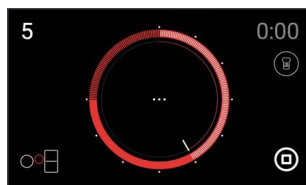
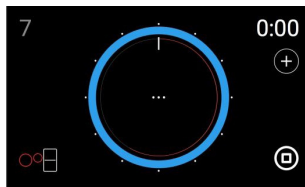

рис. 5
рис. 6
1 Выберите зону, на которой будете готовить, нажав на нее в любой точке. Красным цветом засветится ограждающий конфорку контур. После выбора конфорки произойдет автоматический переход к окну «Выбор мощности» (рис. 5).
2 Скользящим пальцем по кольцу выбора мощности или касанием его в любой точке можно выбрать либо желаемую мощность в пределах от 0 до 9, либо функцию «Мощность» (последняя четверть кольца выбора мощности). После того, как нужный уровень мощности будет выбран, его будет можно видеть в левой верхней части экрана (рис. 5).
(рис. 5), для выключения конфорки проведите пальцем по кольцу выбора мощности, чтобы достичь нулевого уровня, или нажмите на значок ее выключения .
1 Коснитесь значка 0:00 (рис. 5). Кольцо выбора мощности изменит свой цвет на синий, что укажет на возможность доступа к этой функции. Внутри него автоматически появится красное кольцо потоньше, указывающее выбранный уровень мощности (рис. 6).
Если необходимо снова отрегулировать уровень мощности, нажмите на индикатор уровня мощности в верхней левой части экрана (рис. 6).
- 2 Коснитесь значка 0:00 (рис. 5), а затем проведите пальцем по кольцу таймера для изменения запрограммированного времени.
- 2 Коснитесь значка 0:00 (рис. 5), а затем проведите пальцем по кольцу таймера для установки запрограммированного времени на 00:00. Таймер будет выключен.
В окне «Выбор мощности» (рис. 5), находится значок iCooking , у которого имеются особые функции (рис. 8), помогающие повару готовить пищу.